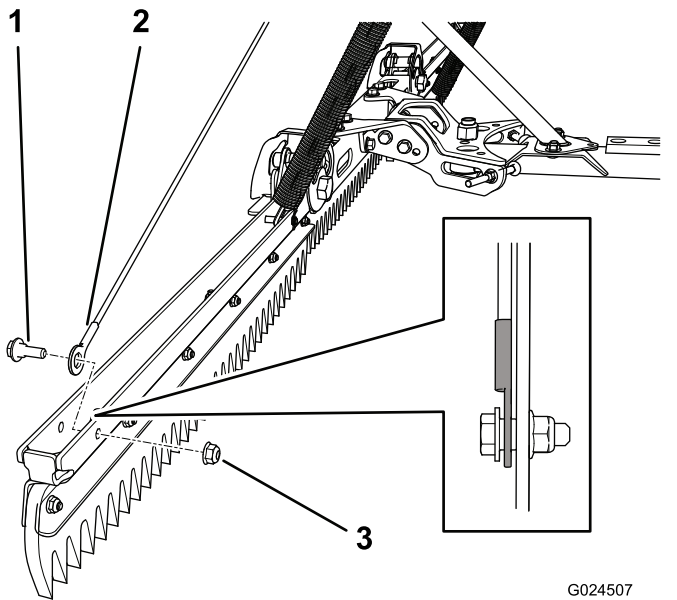

Figura 9
1. Alinhe a extremidade de cada cabo com um furo na extremidade do ancinho (Figura 9).
Nota: Para diminuir a possibilidade de dobragem, certifique-se de que as extremidades dos cabos estão posicionadas como se mostra na Figura 9.